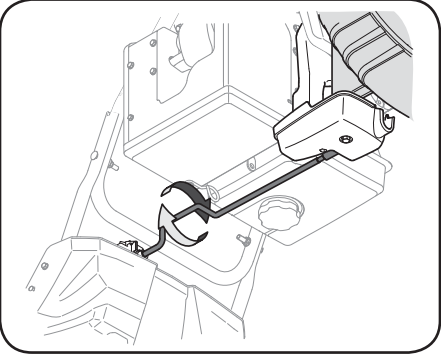

Figure 3-10
- Prenez la partie en retrait de la tige de commande et tournez la goulotte à la main vers la droite ou la gauche. Voir la Figure 3-10.